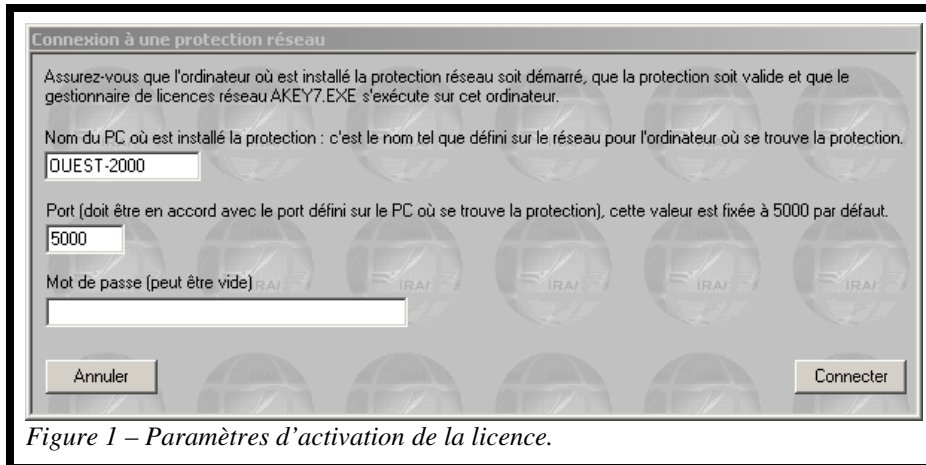

Figure 1 – Paramètres d'activation de la licence.
- Remplir la boîte de dialogue de la même façon que la figure 1 puis cliquer sur « Connecter ».